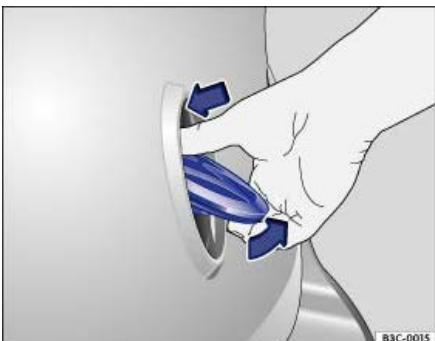

Abb. 48 Mit dem Volkswagen Emblem in der Gepäckraumklappe: Gepäckraumklappe von außen öffnen.
- *Limousine:* Oben auf das Volkswagen Emblem ⇒ Abb. 48 drücken. Die Gepäckraumklappe öffnet selbsttätig.
- *Variant:* Oben auf das Volkswagen Emblem ⇒ Abb. 48 drücken, der untere Teil des Emblems klappt dabei heraus.